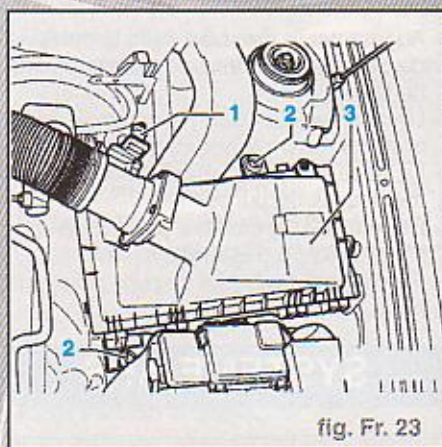

fig. Fr. 23
- Débrancher la fiche (1) du débitmètre d'air massique du tube de guidage d'air du filtre à air (Fig. Fr. 23).